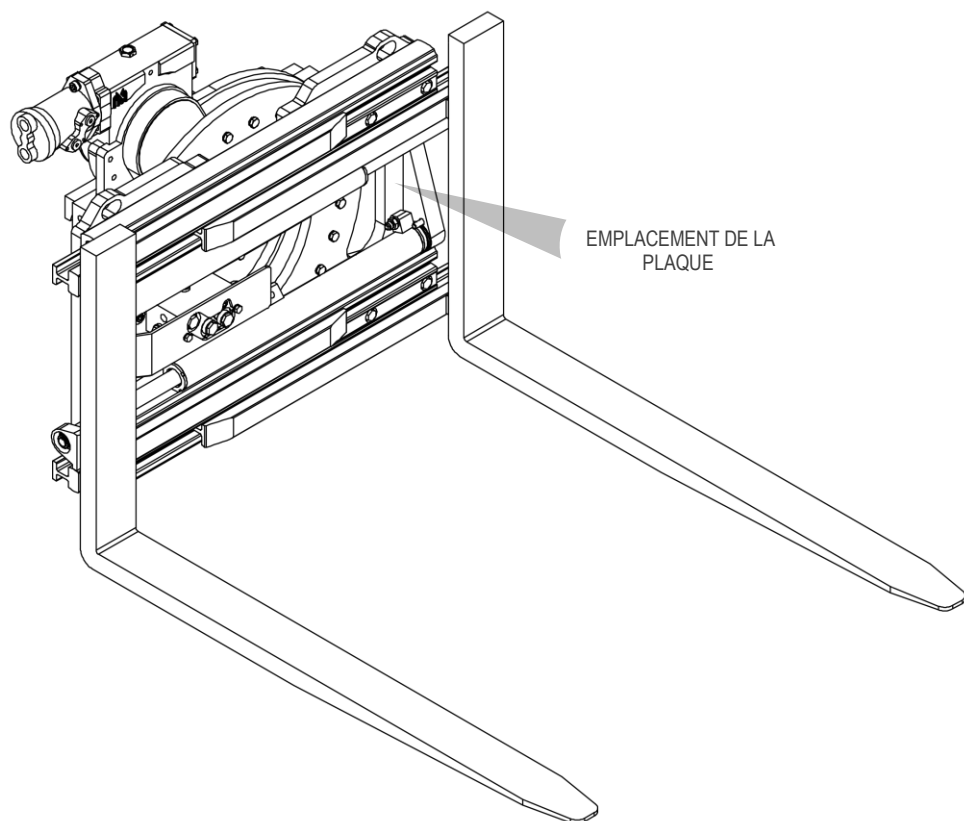

Figure 1
Tous les équipements A.T.I.B. – « PINCE TOURNANTE 360° AVEC FOURCHES SOUDÉES TYPE 301.474.170 | AVEC FOURCHES TOURNANTES TYPE 301.474.150 | AVEC 4 FOURCHES TYPE 301.474.4 » sont identifiés à l'aide d'une plaque adhésive (voir *Tableau 1*) placée sur l'équipement (l'emplacement de la plaque d'identification peut changer en fonction de l'équipement, voir *Figure 1*). Toujours se référer au numéro de série.
5. Pour la manutention, utiliser des sangles ou des chaînes dont les dimensions sont adaptées au poids de l'équipement, comme indiqué sur la plaque d'identification (voir *Figure 1* et *Tableau 1* page 6).
10. Raccorder le circuit hydraulique en s'assurant que la pression de service des tuyaux est supérieure ou égale à la pression indiquée sur la plaque d'identification (voir *Figure 1* et *Tableau 1* page 6).
- Pour la manutention, il sera nécessaire d'utiliser des sangles ou des chaînes dont les dimensions sont adaptées au poids de l'équipement, comme indiqué sur la plaque d'identification (voir Figure 1 et Tableau 1 page 6).